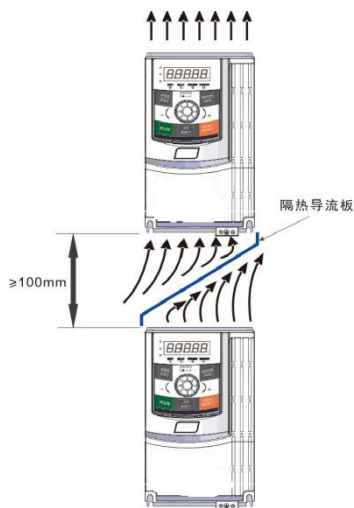

图3-2. X550变频器安装示意图
- 1) 请垂直安装变频器，便于热量向上散发。但不能倒置。若柜内有较多变频器时，最好是并排安装。在需要上下安装の場合，请参考图3-2的示意，安装隔热导流板。